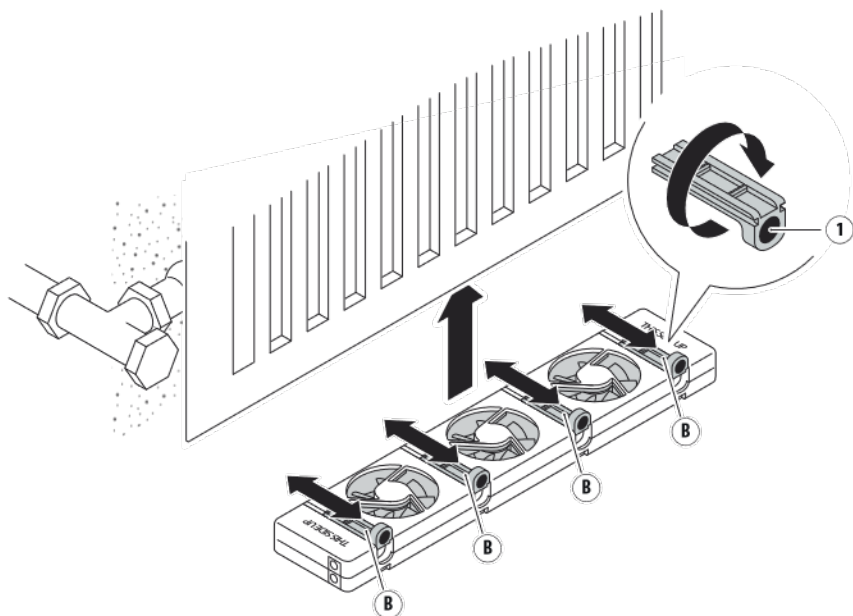

Fig. 7 - Attachez le SpeedComfort (A) à un radiateur à plaque unique.
1. Positionnez les **aimants réglables (B)** de manière à ce que les **aimants (1)** soient du même côté et que les quatre **aimants (1)** soient orientés vers le haut. Retirez le petit bloc situé à l'opposé des aimants réglables dans le boîtier. Veuillez éliminer le petit bloc comme un déchet plastique.
3. Utilisez les **aimants réglables (B)** pour fixer le SpeedComfort (A) sur le radiateur à plaque unique (voir fig. 7).